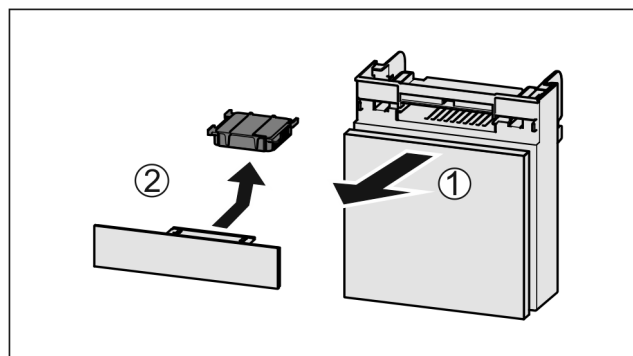

Fig. 122
- Fach nach vorne herausziehen Fig. 122 (1).
- Aktivkohlefilter entnehmen Fig. 122 (2).